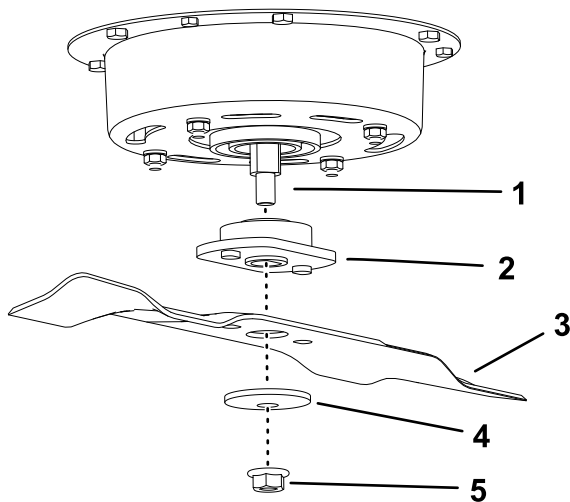

Figure 36
1. Placez la lame et l'adaptateur sur l'axe (Figure 36).